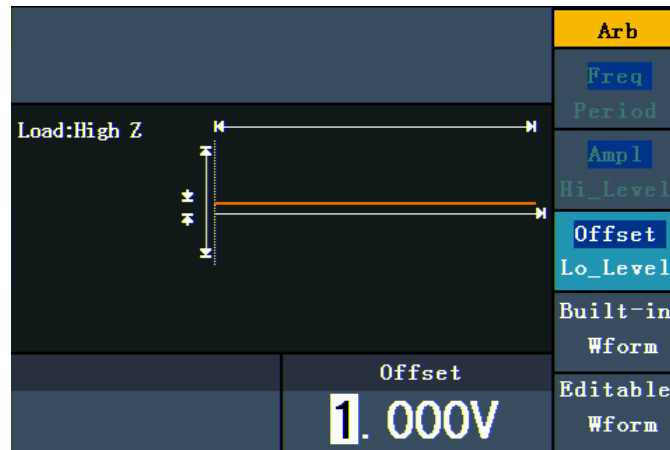

Figura 5-11: Interface de Configuração do Sinal DC
- (1) Pressione o botão  e então pressione **F4** referente a **Built-in Wform** para entrar no menu de formas de ondas embutidas.
- (2) Pressione **F4** para selecionar Others e selecione DC. Pressione **F1** para confirmar e gerar o sinal DC.
- (3) Certifique-se que o item "**Offset**" esteja destacado no menu, caso não esteja, pressione **F3** para destacar. Um cursor aparecerá piscando na tela, conforme a figura 5-11 a seguir. Use o **knob** e as teclas de direção ◀ / ▶ para entrar com o valor desejado.